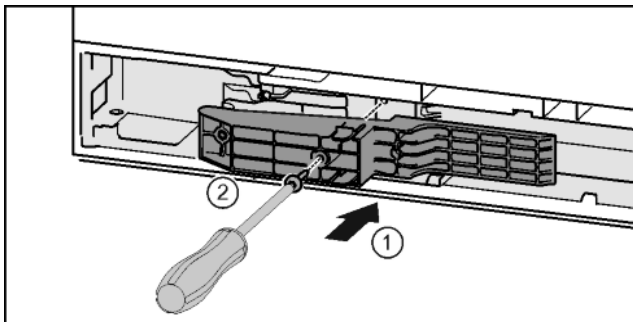

Fig. 44*
- ▶ Introduceți adaptorul în canelura de pe partea mânerului.* Fig. 44 (1)
- ▶ Înșurubați ferm șuruburile cu șurubelnița T15.* Fig. 44 (2)